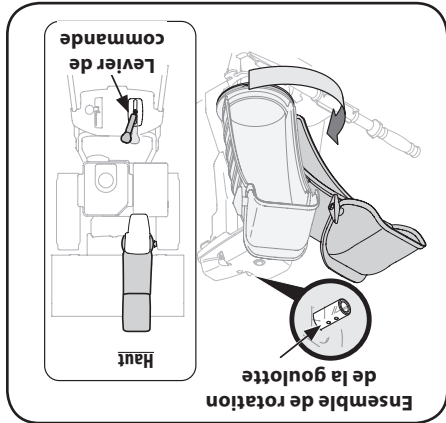

Figure 2-16
4. Serrez le déclencheur sur le levier de commande et pivotez la goulotte par la main pour faire face à l'avant de la souffluse. Les trous sur l'ensemble de rotation de la goulotte devraient être placés vers le haut. Voir la Figure 2-16.